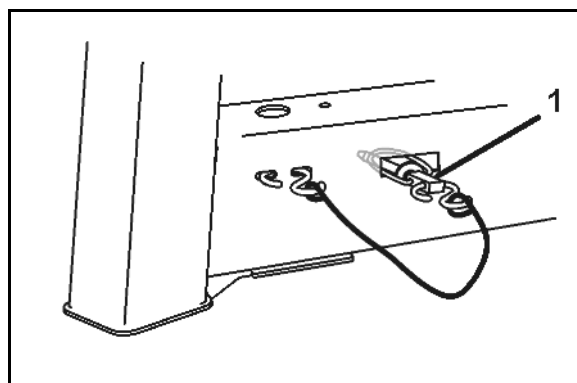

Bild 44
5. Styrbara bromsrullar (Bild 44/1) fram:
- o montera och fixera med låssprint (Bild 44/2),